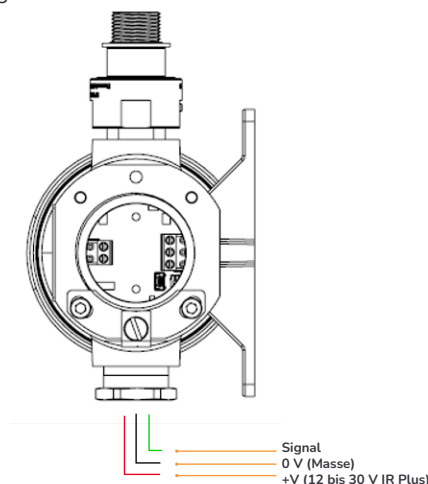

Abbildung 3: Feldkabelanschlüsse am IR Plus
Schließen Sie die Feldkabel mit einer zertifizierten Verschraubung über den gewählten Kabeleingang am Gehäuse des IR Plus (M20 oder 3/4" NPT) an, wie in Abbildung 3 dargestellt. Crowcon empfiehlt, die Kabelverschraubungen nach unten zeigend zu installieren.
- Anweisungen zur Verkabelung finden Sie in Abschnitt 2.6. Siehe auch Abbildung 3.